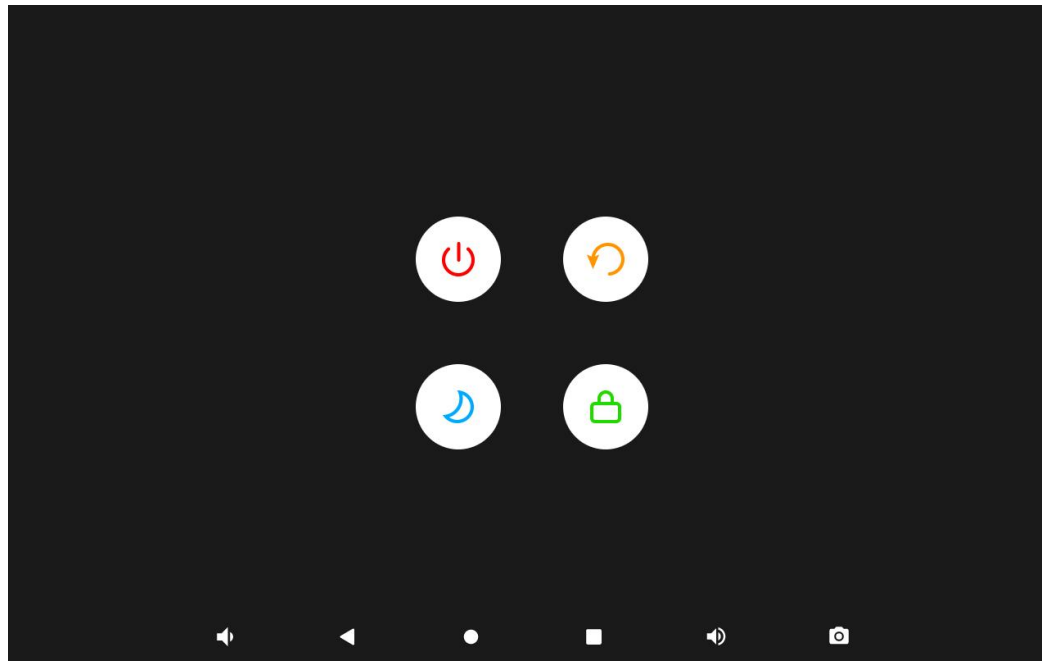

图 15-12 关机界面
长按电源键^①，将进入关机界面, 见图 15-12。关机界面包含 4 个选项: 关机、重启、待机、锁屏。